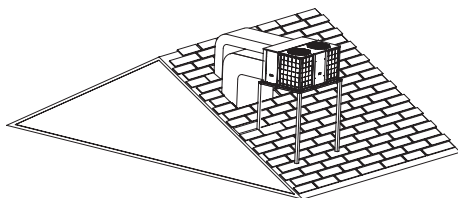

Рис. 18
- Типичное размещение на крыше с использованием рамы (см. рис. 18).